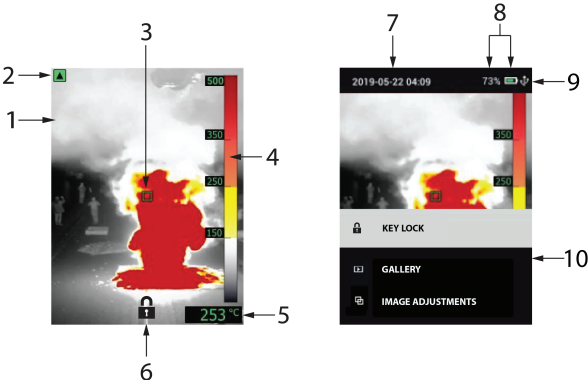

图 4.2 K1 显示屏说明
4. 温标：将灵敏度（增益）设置为低、高或自动。将灵敏度设置为“低”后，温度范围为 $-10 \sim 400^{\circ}\text{C}$ ($14 \sim 752^{\circ}\text{F}$)，且低灵敏度范围指示灯显示（屏幕左上方），详见图 4.2、显示屏说明。将灵敏度设置为“高”后，温度范围为 $-10 \sim 140^{\circ}\text{C}$ ($14 \sim 284^{\circ}\text{F}$)，且低灵敏度范围指示灯关闭。设置为“自动”后，热像仪将为任何指定图像决定最适合的范围。